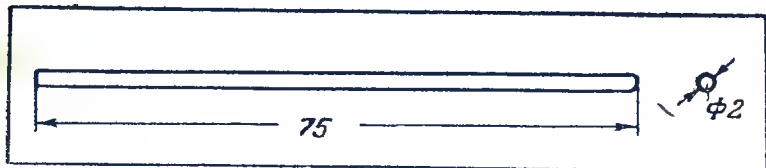

Рис. 9. Ось мотора
5. Ось мотора (рис. 9) диаметром 2 мм должна быть стальной, лучше всего из серебрянки, вальцальной или мотоциклетной спицы.